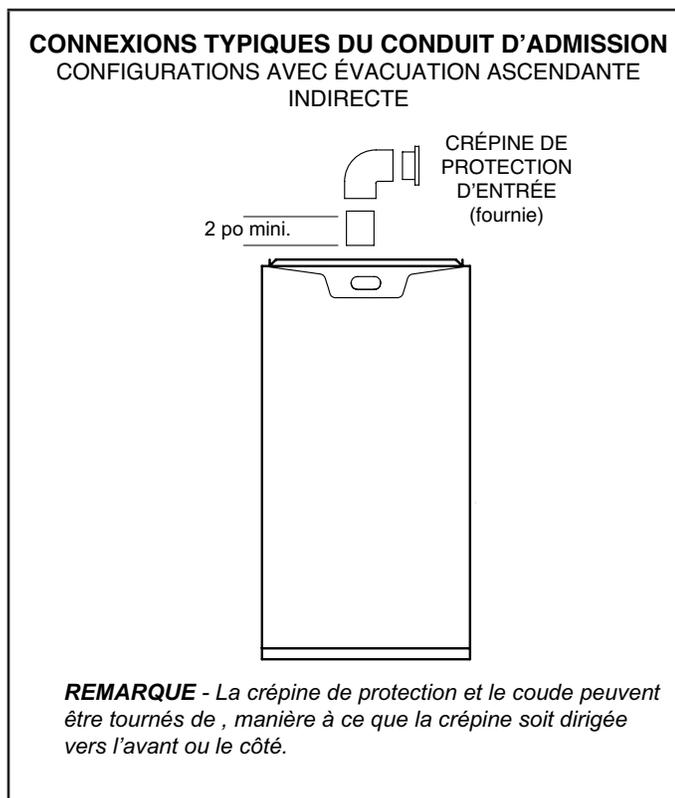
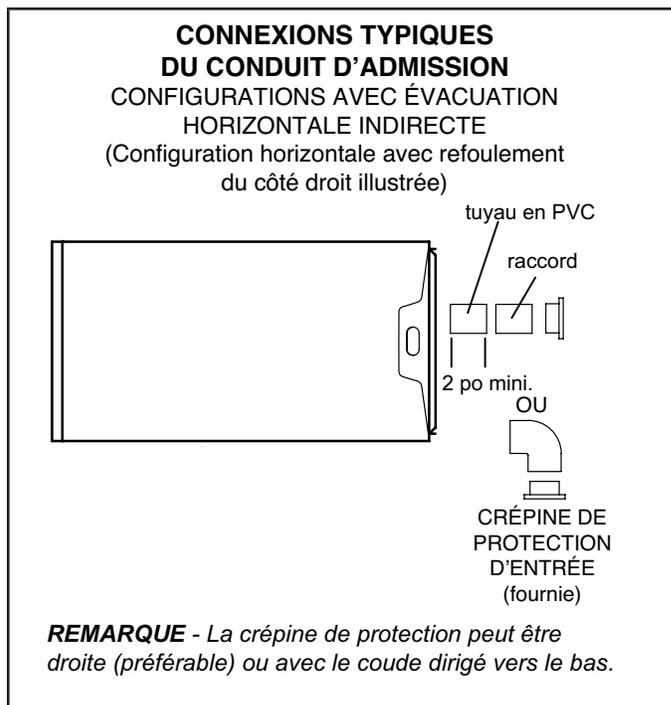

Figure 26
Figure 27
- 1 - Acheminez le conduit d'admission au moyen de pièces non fournies et de la crépine d'admission d'air fournie, comme illustré à la Figure 26 et Figure 27. Prévoyez un dégagement minimal de 3 po (76 mm) autour de l'ouverture d'admission. L'ouverture d'admission d'air (avec l'écran de protection) doit toujours être orientée vers l'avant ou de l'un des côtés en position ascendante, et à l'horizontale ou vers le bas en position horizontale.